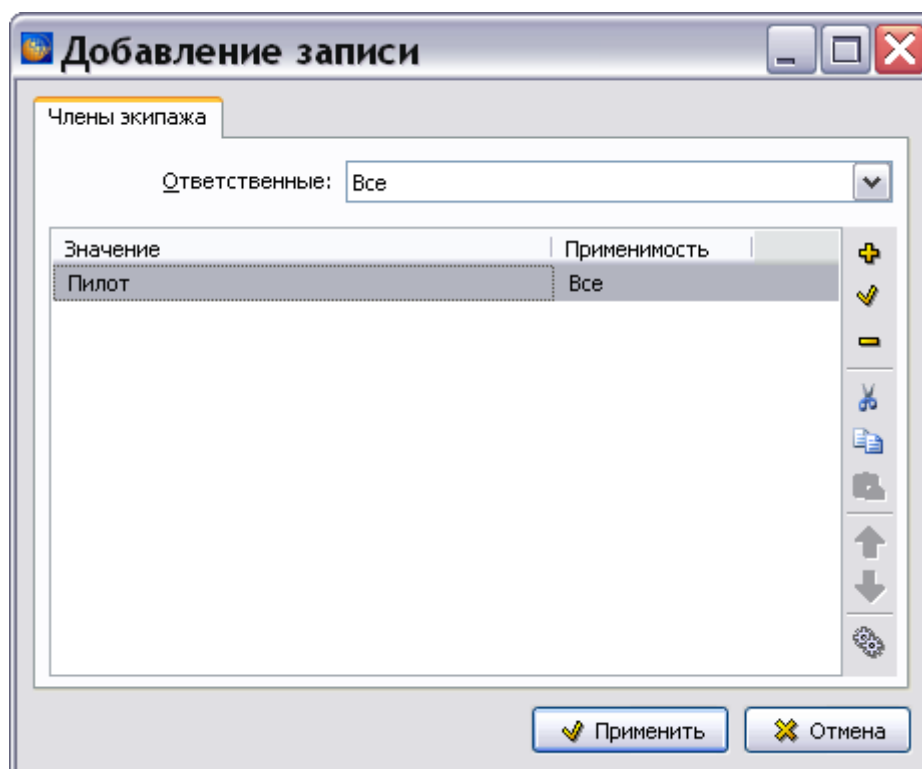

Рис. 13.22
15. После ввода члена экипажа нажмите на кнопку **Применить**. После этого произойдет возврат в окно **Добавление записи** (Рис. 13.22). Добавьте всех членов экипажа, необходимых для выполнения действия.